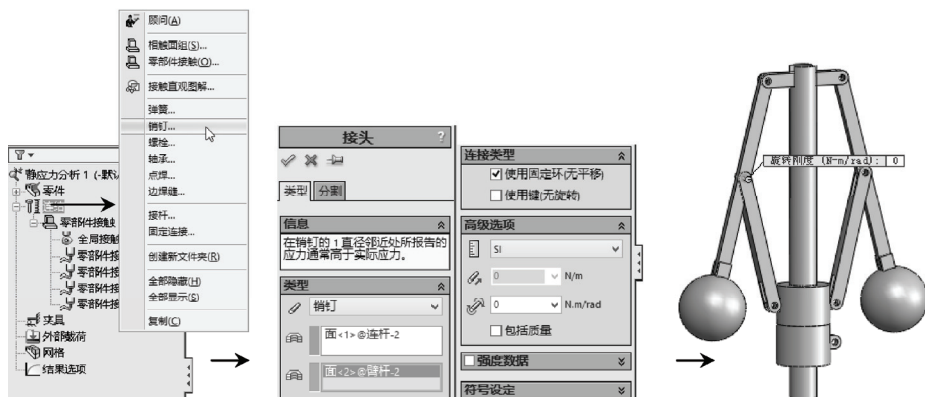

图 9-32 添加“销钉”连接关系 1
STEP 6 右键单击“算例”树中“连接”项，在弹出的快捷菜单中选择“销钉”菜单项，打开“接头”属性管理器，然后选择“连杆2”和“臂杆2”连接处的圆孔面为对应连接的销钉面，添加销钉连接，如图9-32所示。